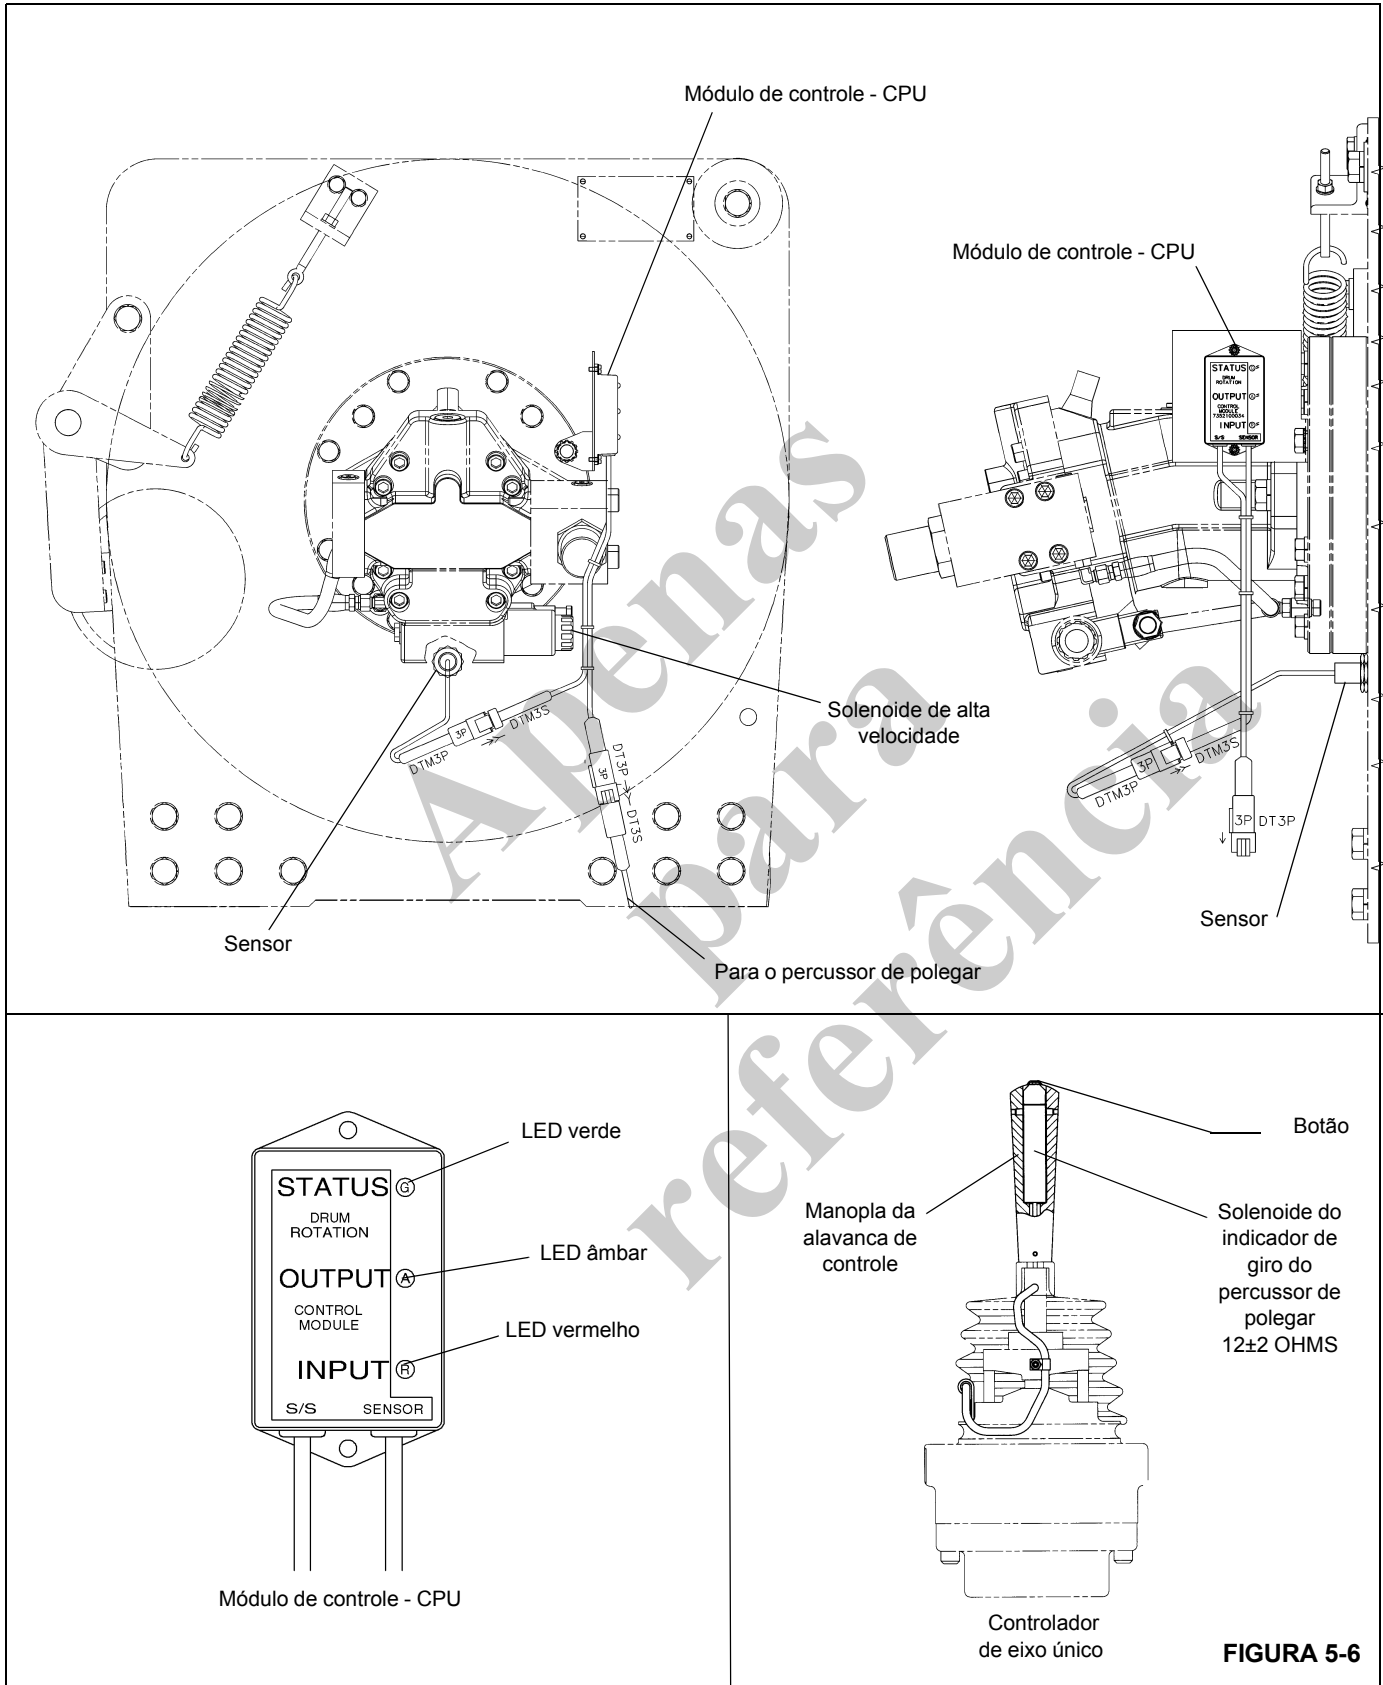
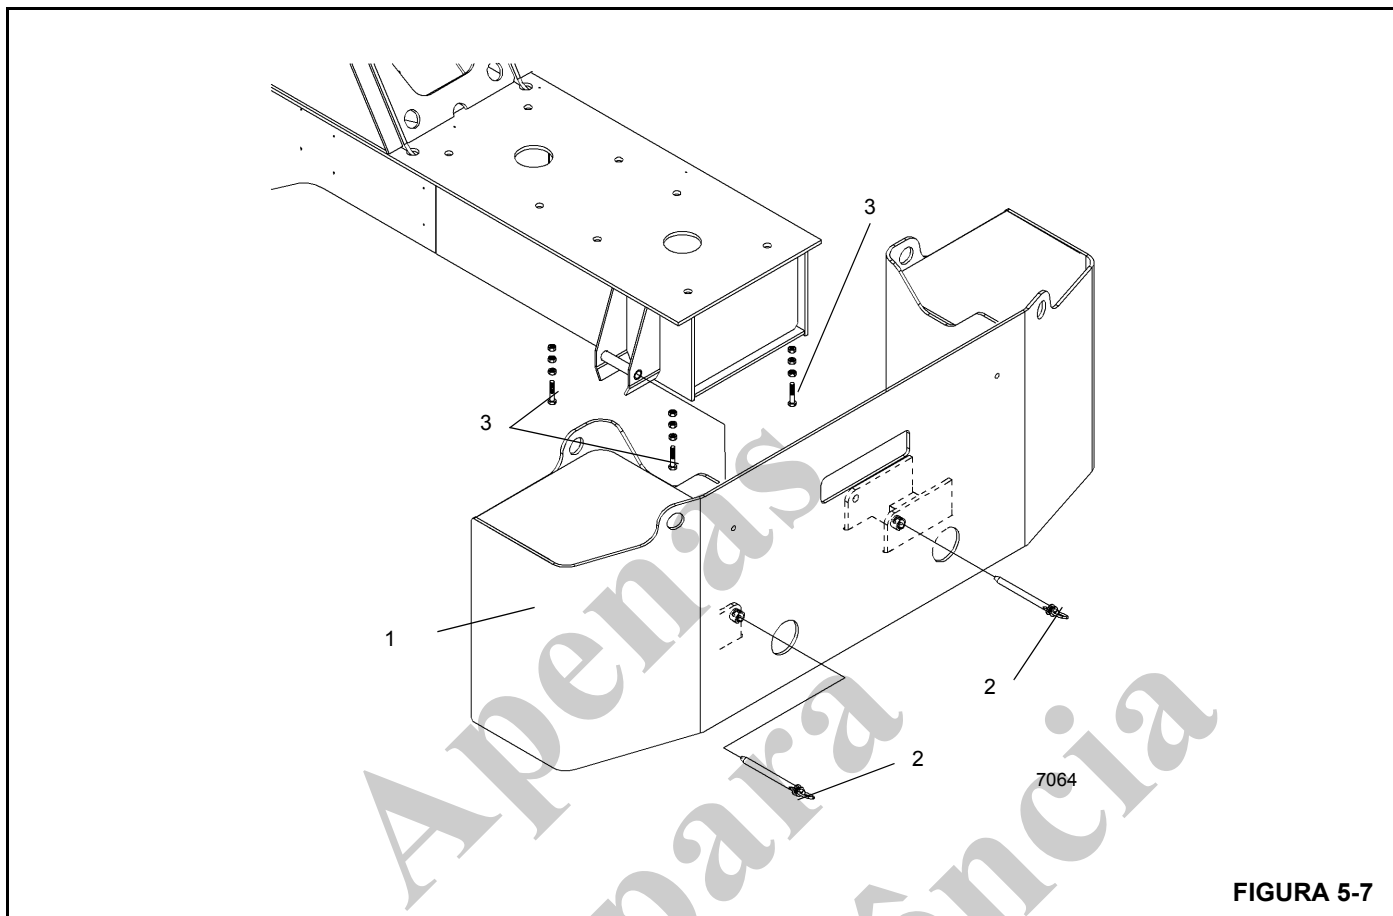

FIGURA 5-6
FIGURA 5-7
O sensor de giro é aparafusado na extremidade do suporte do guincho que fixa o motor hidráulico. (Figura 5-7) (Figura 5-6) Ele detecta o giro do tambor. Ao instalar o sensor, verifique se a extremidade de detecção está a 31 mm (1.21 pol.) da primeira contraporca. (Esse é o comprimento
O contrapeso (Figura 5-7) está fixado na traseira da superestrutura e pesa cerca de 5262 kg (11 600 lb). Para guindastes sem guincho auxiliar, há um contrapeso adicional de 672 kg (1478 lb) aparafusado na área de montagem do guincho em vez do guincho auxiliar.
5. Remova toda a folga das correntes de elevação (Figura 5-6) e eleve o contrapeso apenas o suficiente para reti-